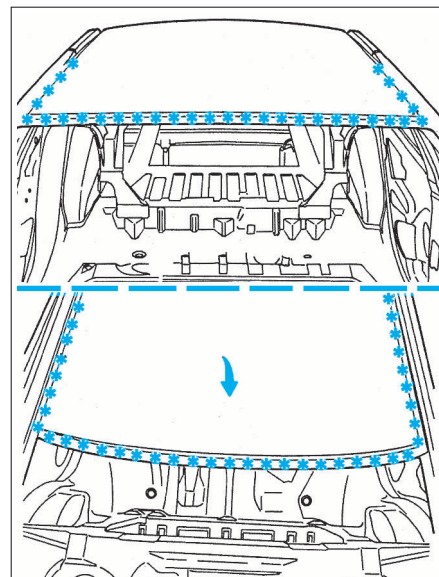

FIG. 93
- Fraiser les points de soudure électrique (Fig.93).